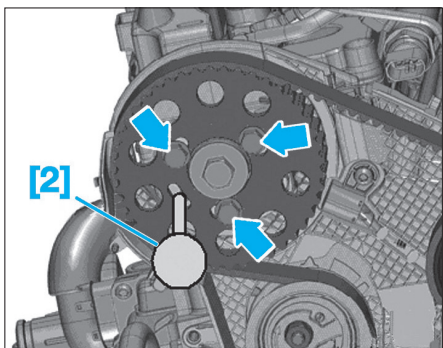

FIG. 13
- [2]. Tige de blocage de la roue dentée d'arbre à cames ref. 3359 (Fig.13)
- Poser l'outil [2] sur le pignon de courroie crantée de l'arbre à cames puis desserrer les vis d'environ 90° (Fig.13).